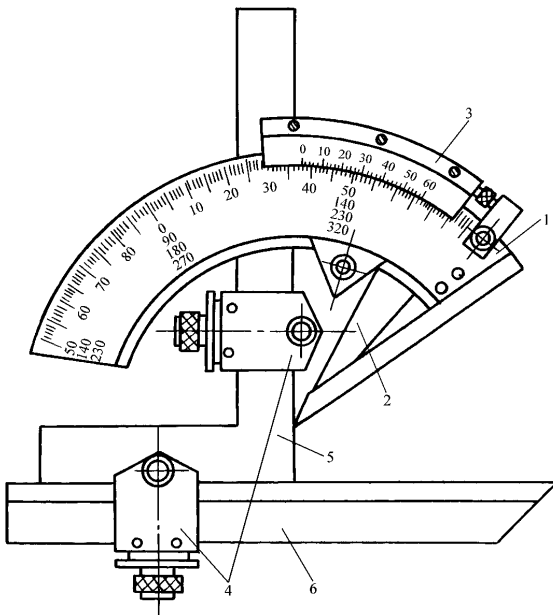

图1-9 游标万能角度尺
(1) 游标万能角度尺的结构见图1-9，主要由尺身、扇形板、基尺、游标、直角尺、直尺和卡块等部分组成。